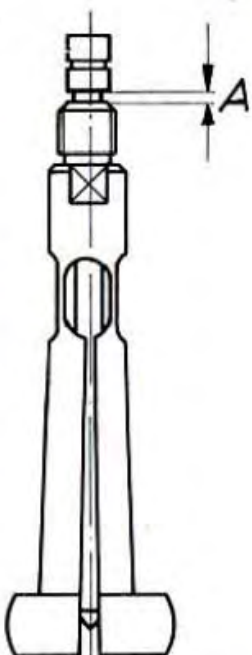
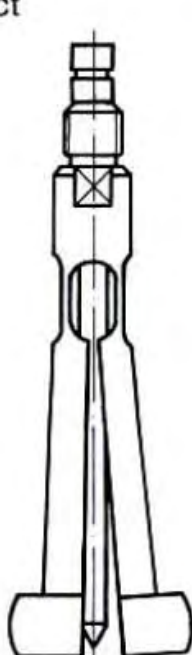
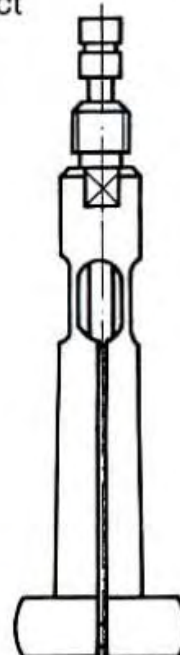

Figure 4
Figure 5
Figure 6
2. Déformation axiale: figures 4, 5, 6 et 7
a La distance „A“ (fig. 4) entre la tête de l'aiguille mobile et le filetage du palpeur, lorsque l'aiguille mobile est simplement engagée, doit mesurer:
Figures 4 et 7 = correct, figure 5 = incorrect.
Dans le cas d'une seule branche (fig. 5) ou des deux branches de la tête déformées dans le même sens (figure 6), réaligner les branches en les déformant avec précaution. Tenir la tête pour cela, par la partie filetée.